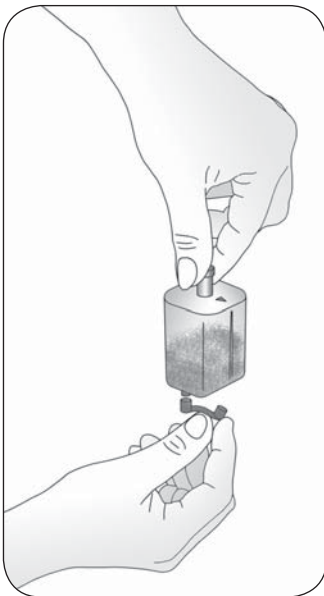
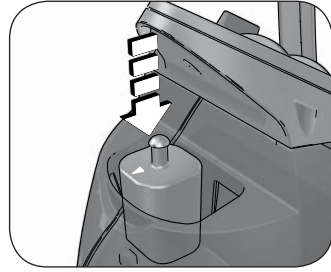

Fig. 2
Fig. 3
Aprire il serbatoio togliendo il coperchio (C). Liberare la cartuccia anticalcare (B) dal cappuccio protettivo Fig. 2. Inserire la cartuccia anticalcare all'interno del serbatoio (Fig. 3).
Abbiate cura che la freccia rossa riportata sulla cartuccia sia rivolta in direzione della corrispondente freccia posizionale sopra il serbatoio dell'apparecchio (Fig. 3).